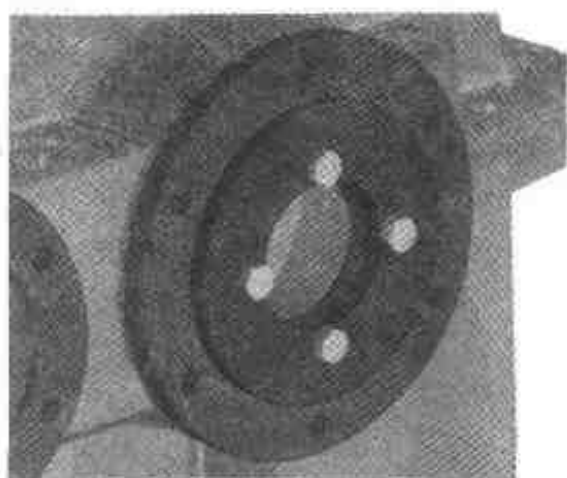

图 3.176 紧固低速轴的密封盖
- (1) 端盖上螺栓的安装紧固, 方法与箱体上的螺栓安装基本相同, 但所安装的螺栓没有垫片和螺母。
- (2) 两个密封盖上的 8 个螺栓都是一样的, 选择【文件】|【插入】|【零件/装配】命令, 然后在所附光盘中找到 score\example\jixie\3\减速机装配\33-螺栓.ics 文件, 单击【打开】按钮。
- (3) 在前面已经讲过关于螺栓的装配方法, 在这里就不再重复了, 只要注意将配合表面选择准确就可以了。
- (4) 先将低速轴的螺栓装配完成, 结果如图 3.176 所示。